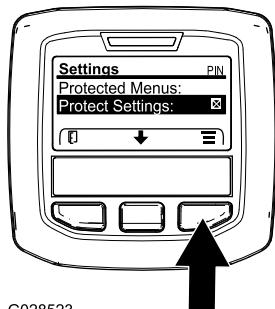

Bild 44
1. Greifen Sie auf die geschützten Menüs zu und entsperren Sie das Untermenü „geschützte Einstellungen“ (Bild 44), siehe Zugreifen auf die geschützten Menüs \(Seite 35\).